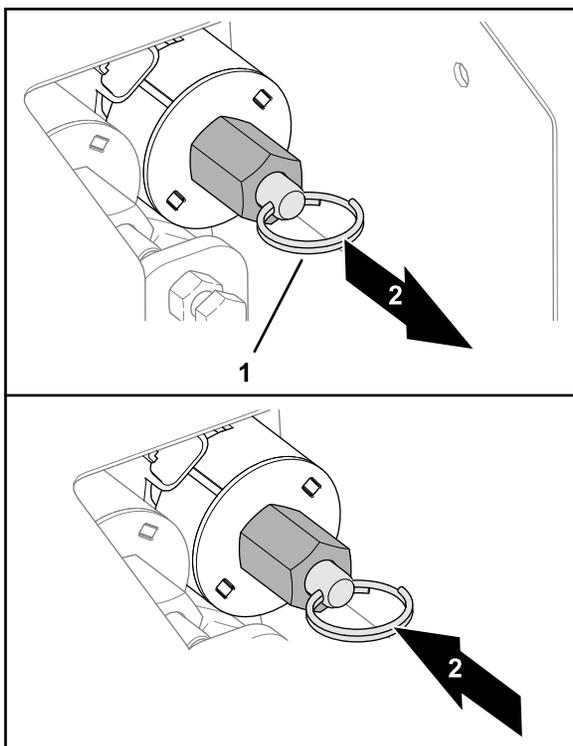

Рисунок 31
- Чтобы опустить бункер (**Рисунок 31**), вытяните наружу кольцо на штоке клапана.
- Чтобы поднять бункер (Рисунок 31), нажмите на разрезное кольцо на штоке клапана.